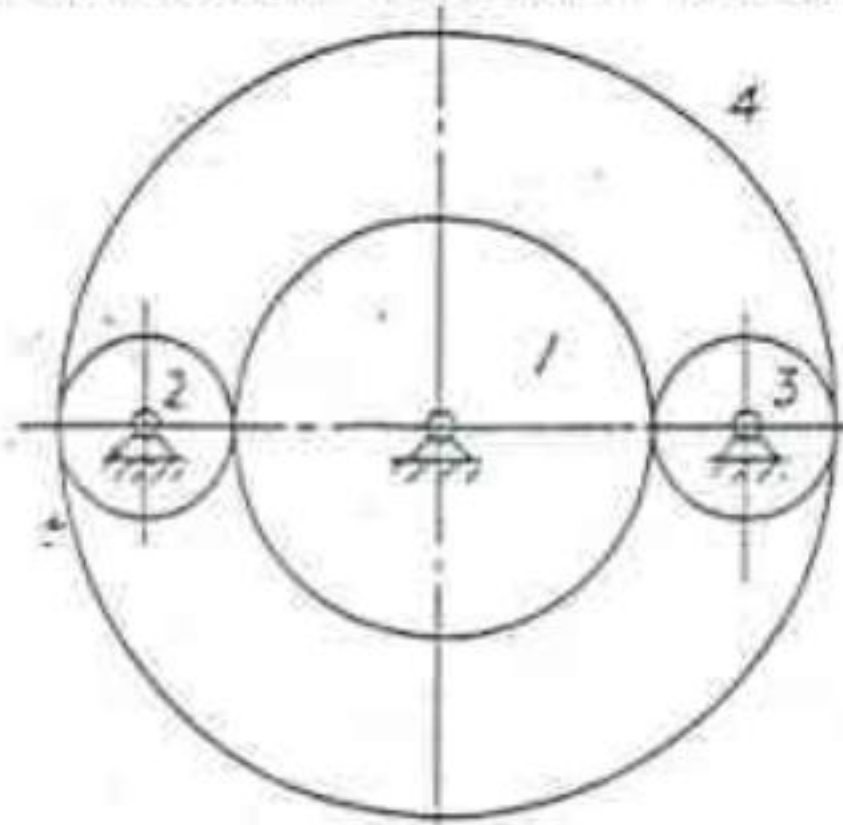

图 10
1、求图 10 所示齿轮机构的自由度, 若有复合铰链、局部自由度和虚约束等请指出